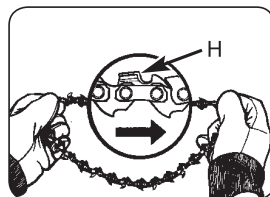

Fig. 3F
- Étalez la chaîne dans la rainure avec les bords tranchants (A) dans le sens des aiguilles d'une montre (Fig. 3F).